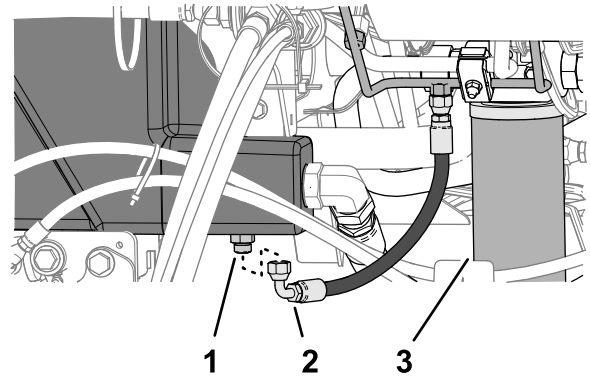

Figura 105
2. Coloque um grande recipiente de drenagem por baixo da união reta (Figura 105) do depósito hidráulico.